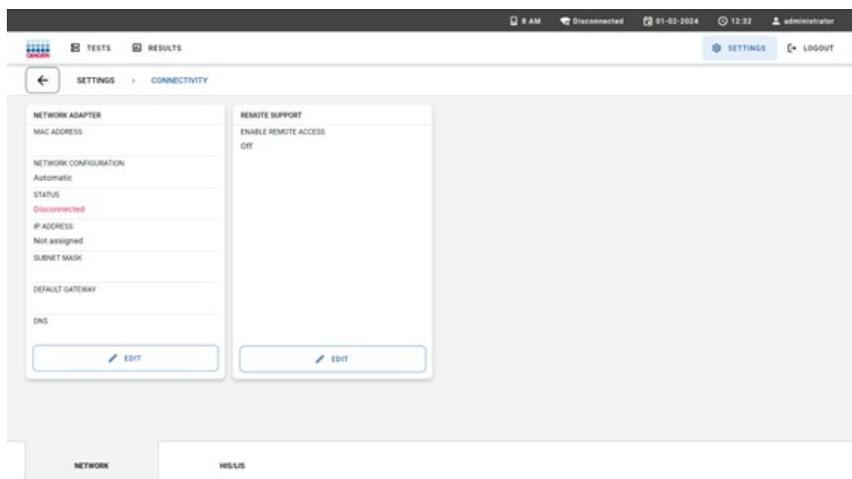

Figura 80. Impostazioni di connettività con impostazione di supporto remoto.
3. Premere il pulsante **EDIT** (MODIFICA) nel riquadro **REMOTE SUPPORT** (SUPPORTO REMOTO) (Figura 80).